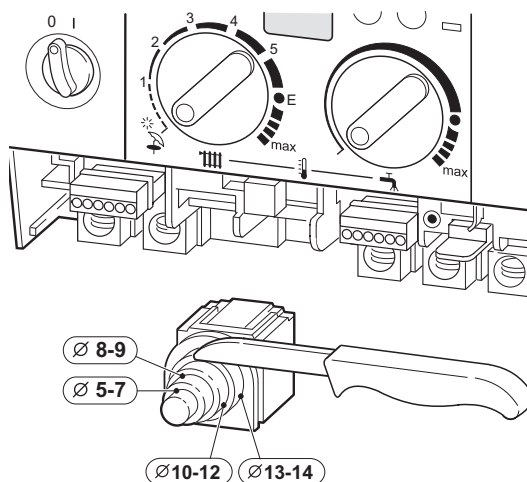

Fig. 16
- ▶ Realizzare il collegamento elettrico mediante un interruttore bipolare, avente almeno 3 mm di distanza tra i contatti, fig. 16.